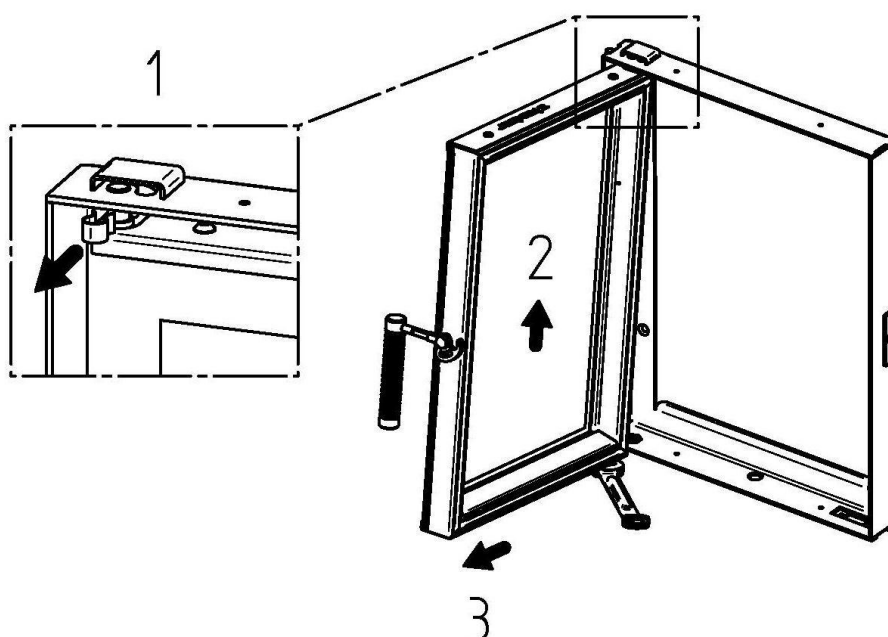

Рис. 7
- Топка с боковым открыванием (без подъема) (Рис. 7)